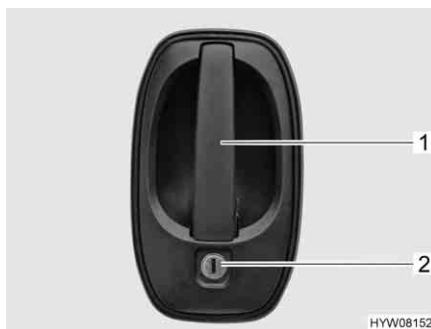

Fig. 41 Serratura della porta, lato esterno
- Inserire la chiave nel cilindro della serratura (Fig. 41,2) e ruotare fino a quando la serratura della porta si sblocca.
- Tirare la maniglia della porta (Fig. 41,1). La porta è aperta.
- Inserire la chiave nel cilindro della serratura (Fig. 41,2) e ruotare fino a quando la serratura della porta si blocca.